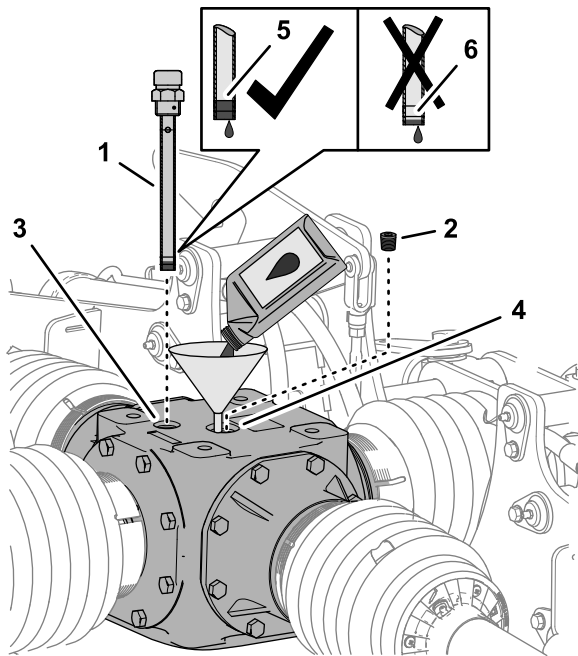

Figura 61
1. Retire la varilla del orificio situado en la parte superior de la caja de engranajes central y limpie la varilla (Figura 61).
- Retire el tapón de llenado del orificio de llenado situado en la parte superior de la caja de engranajes (Figura 61).
- Añada 2.48 litros (84 onzas fluidas) del lubricante para engranajes especificado a la caja de engranajes a través del orificio de llenado (Figura 61).
- Enrosque la varilla en el orificio, retire la varilla y compruebe el nivel de lubricante (Figura 61).
- Enrosque la varilla en el orificio de llenado y apriete la varilla (Figura 61).
- Instale el tapón de llenado en el orificio de llenado y apriete el tapón (Figura 61).